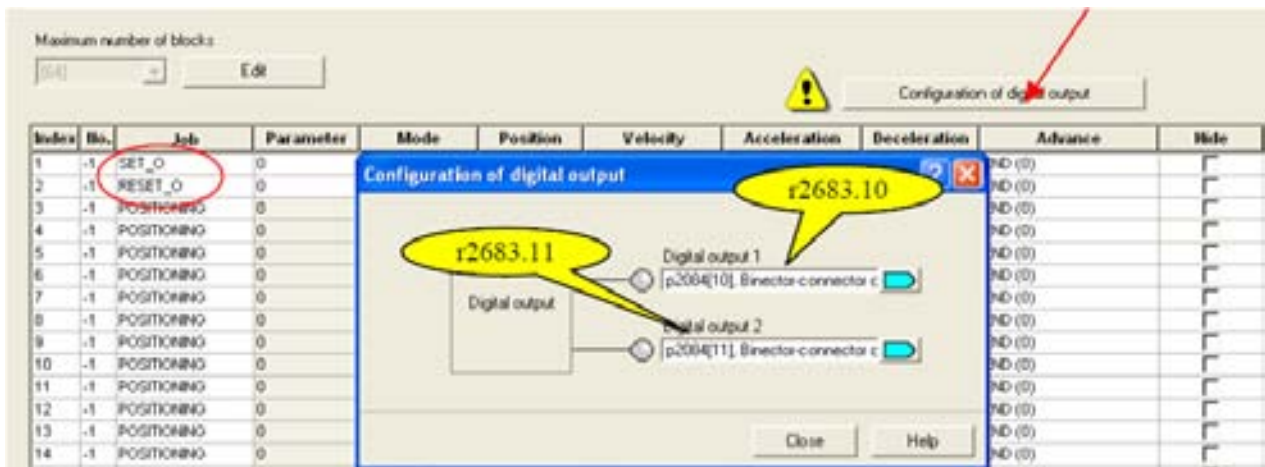
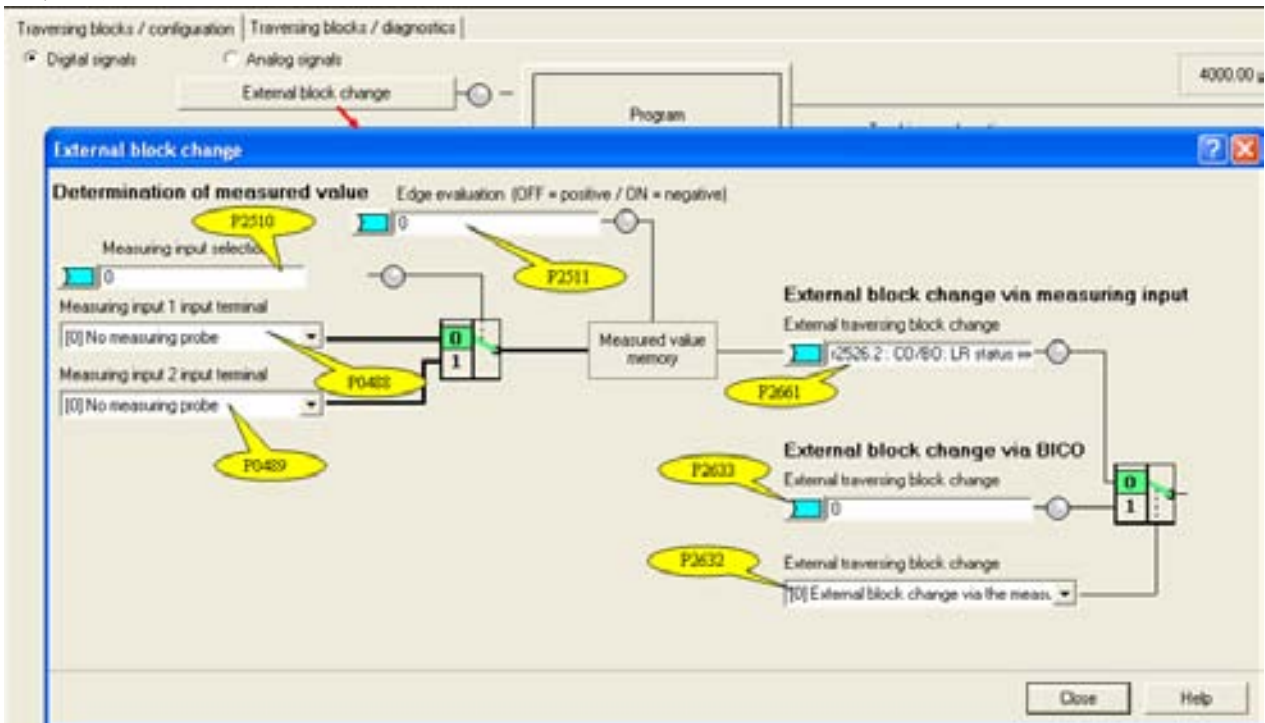

图 78. 输入 / 输出设置
图 79. 外部块改变的参数设置
- 任务 8 (RESET_O)：复位输出（r2683.10&r2683.11），如图 78 所示。
- (3) p2622(Parameter)：依赖于不同的 Job，对应不同的 Job 有不同的含义。
- (4) P2623.8/9 (Mode)：定义定位方式，绝对还是相对模式，仅当任务 (Job) 为位置方式 (Position) 时有效。
- (5) p2617(Position)：设定运动的位置给定。
- (6) p2618(Velocity)：设定运动的速度给定。
- (7) p2619(Acceleration)：指定运动的加速度。
- (8) p2620(Deceleration)：指定运动的减速度。
- (9) P2623[x].4/5/6：选择本任务的结束方式，共有六种结束方式：
- 方式 4 (CONTINUE_EXTERNAL)：与方式 3 基本相同，但可以通过外部信号直接切换到下一个任务。如图 79 所示：如果选择 p2632=1，在激活 p2633 上升沿之后，则轴会从当前任务直接跳转到下一个任务；如果选择 p2632=0(external block change via the measuring input)，则 measuring input 信号有效之后，轴从当前任务直接跳转到下一个任务，同时将当前的实际位置值（r2521）记入到 r2523 中。
- (10) P2623[x].0 (Hide)：跳过本程序步不执行该任务，如果选择的程序步已经激活了 Hide 功能，则会触发报警 A7462 (Selected traversing block number does not exist)。